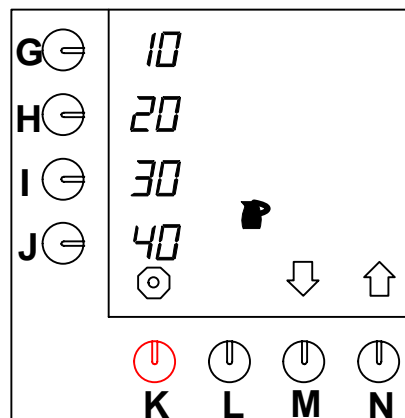

Fig. 37 Ändring av de förprogrammerade valtangenterna för muggar
- Tryck på valtangenten (N.)↑ tills fig. 37 visas på displayen.